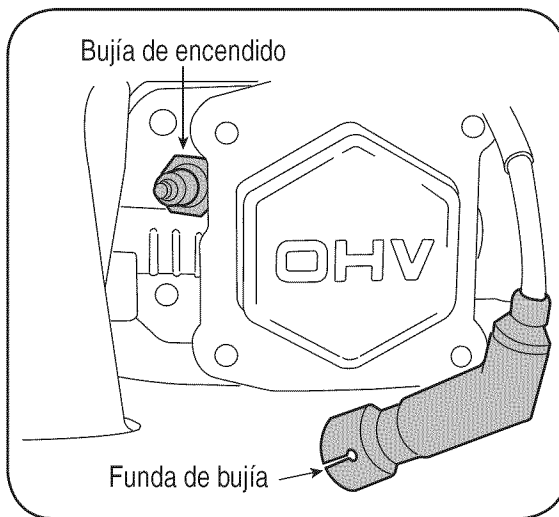

Figura 10-3: La bujía y funda.
- Retire la funda de bujía y utilice una llave para bujías para extraer la bujía. Vea la Figura 10-3.